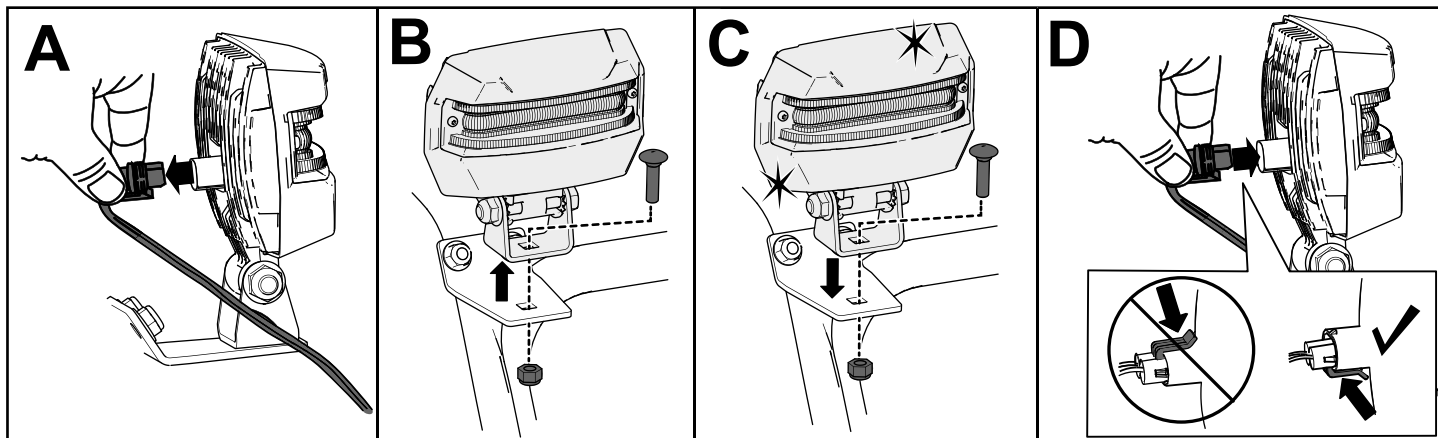

Рисунок 47
1. Отсоедините разъем провода фары с тыльной части фары (вид А на Рисунок 47).
2. Отверните болт и гайку, которые крепят фару в сборе к кронштейну фары, затем снимите старую фару в сборе (вид В на Рисунок 47).
3. Прикрепите новую фару в сборе к кронштейну фары с помощью ранее снятой гайки и болта (вид С на Рисунок 47).
4. Вставьте разъем провода фары в тыльную часть фары до его надежной фиксации на месте (вид D на Рисунок 47).